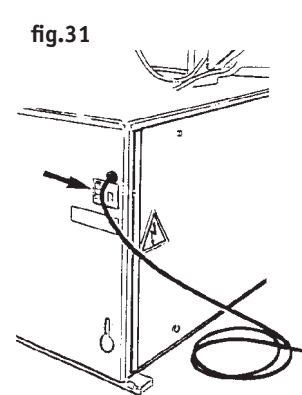

fig.31
- Controllare la conformità tra la tensione di linea e quella indicata sulla targa della macchina (come indicato in fig.31).
- Check that the mains supply tension is the same as that shown on the registration plate (as shown in fig.31).
- Contrôler la conformité entre le voltage de ligne et celui indiqué sur la plaque de l'appareil (voir fig. 31).
- Die Übereinstimmung der Leitungsspannung mit der auf dem Matrikelschild angegebenen überprüfen (wie in Abb. 31).
- Controle la conformidad entre la tensión de línea y a quella indicada sobre la chapa de la máquina (como indica la fig. 31).